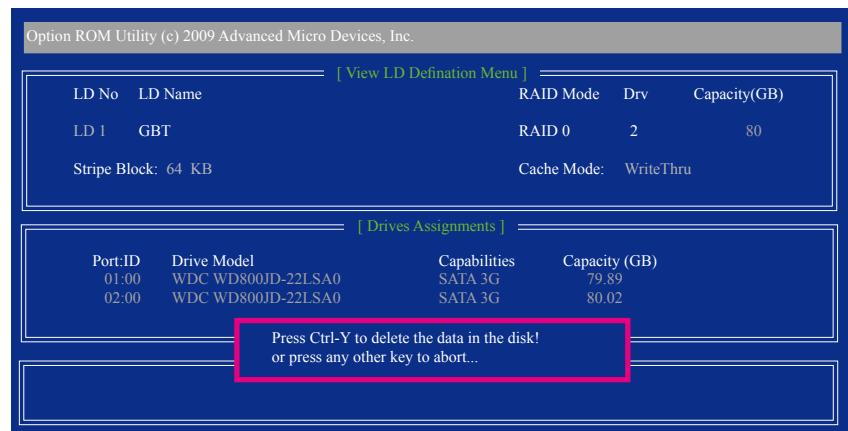

图10
2. 的后您将进入如图10的「View LD Definition Menu」窗口。在此窗口里您可以看到包含在此磁盘阵列的磁盘成员。若您确定要删除该磁盘，请按<Ctrl>+<Y>键或按任意键取消。